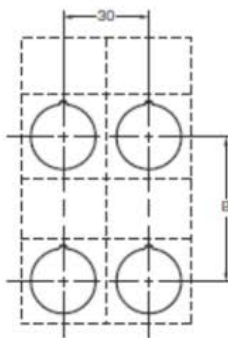

図2
- ・圧着端子をスイッチユニットの端子に配線する場合。(図2)